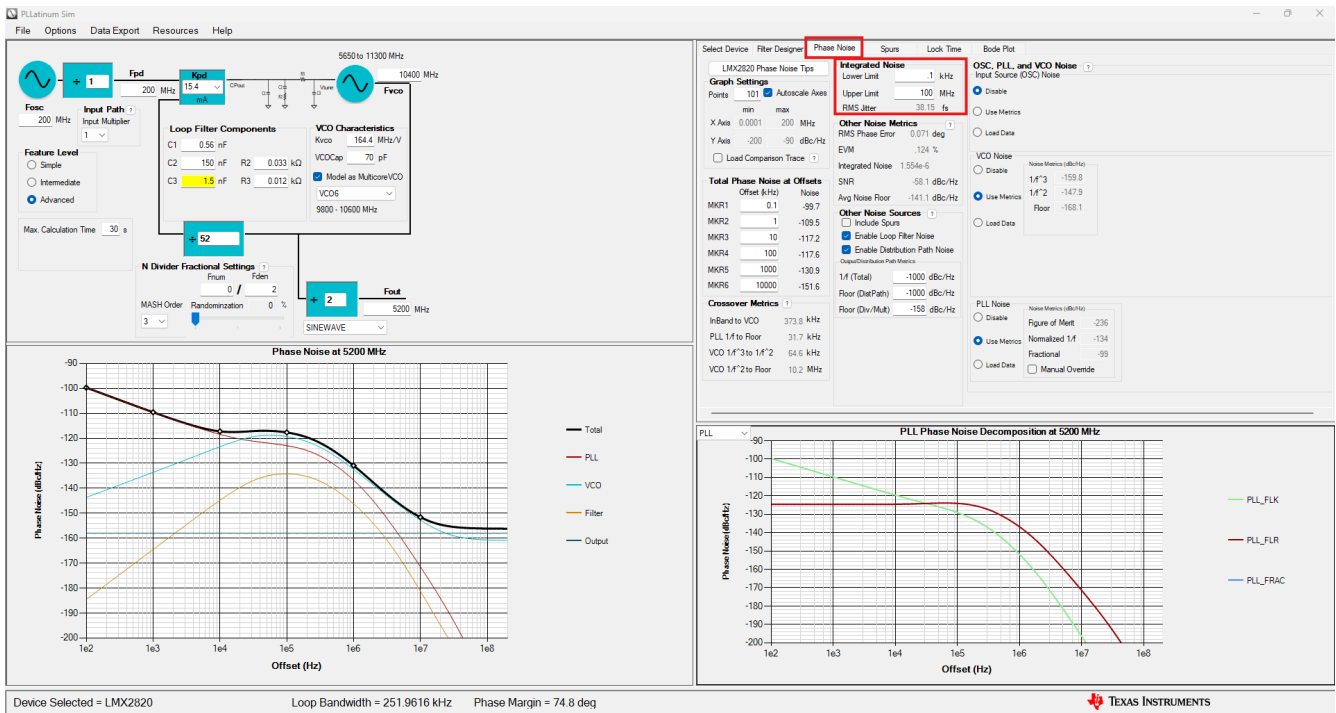

图 10-3. 使用 PLLatinum Sim 确定应用积分带宽范围内的时钟抖动
- 单击相位噪声选项卡，并在集成噪声框下指定环路带宽。这会产生指定时钟在指定输出频率下的时钟抖动值。在本例中，LMX2820 的 5200MHz 输出端的抖动为 38.15fs (也在图 10-3 中显示)。然后，在为所选数据转换器选择时钟时，可以使用该抖动值来进行更好的分析。